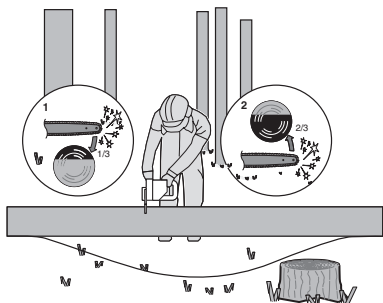

Figura 5
Si el tronco está apoyado por ambos extremos, tal como se muestra en la figura 5, corte $\frac{1}{3}$ del diámetro desde la parte superior (corte superior) (1). A continuación, finalice el corte cortando por la parte inferior los $\frac{2}{3}$ restantes hasta encontrarse con el primer corte (2).